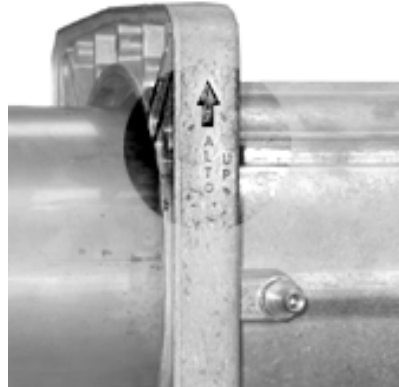

Fig. 12
- 6 Volver a montar el botín en el quemador teniendo cuidado con la referencia indicada en Fig. 12.